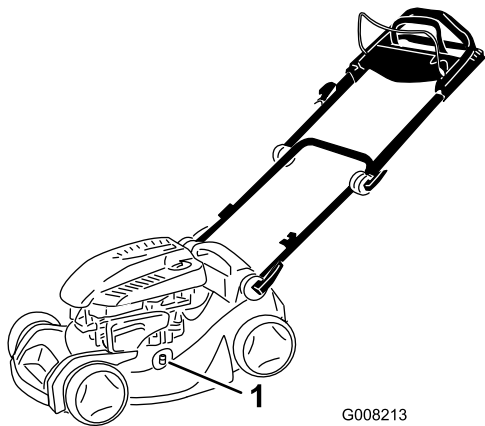

Bild 29
4. Befestigen Sie einen Gartenschlauch, der an einen Wasserhahn angeschlossen ist, am Spülanschluss am Rasenmähergehäuse (Bild 29).